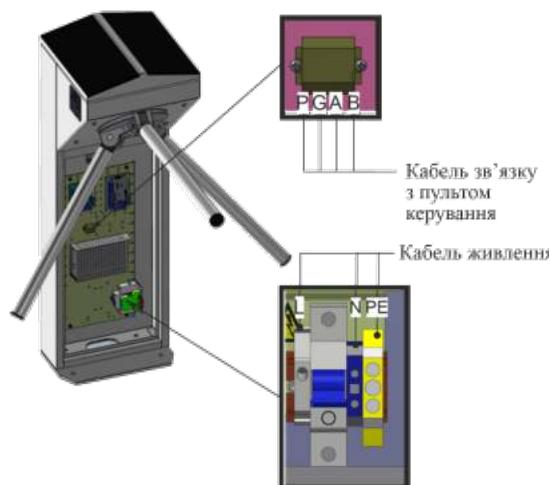

Рис. 19 – Підключення кабелю живлення і кабелю зв'язку з пультом керування
13) Підключення турнікету (Рис. 19):